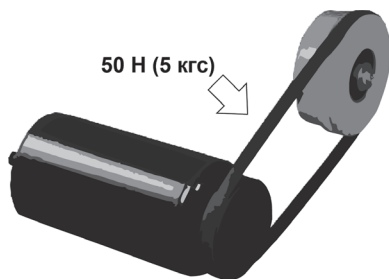

Рисунок 9. Схема перевірки пасків приводу.
6.10.1 Перевірка сили натягу пасків приводу віброгенератора (рис. 9).